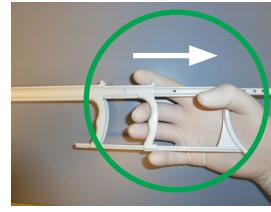

Figur 4 – Løsthængende del i stent-systemet
- Før stenten indsættes, skal den løsthængende del fjernes (se det markerede område på Figur 4) fra stent-systemet uden på patienten.
- a) Fjern den løsthængende del (Se det markerede område på Figur 4) fra den del af stent-systemet, der er uden for patienten.